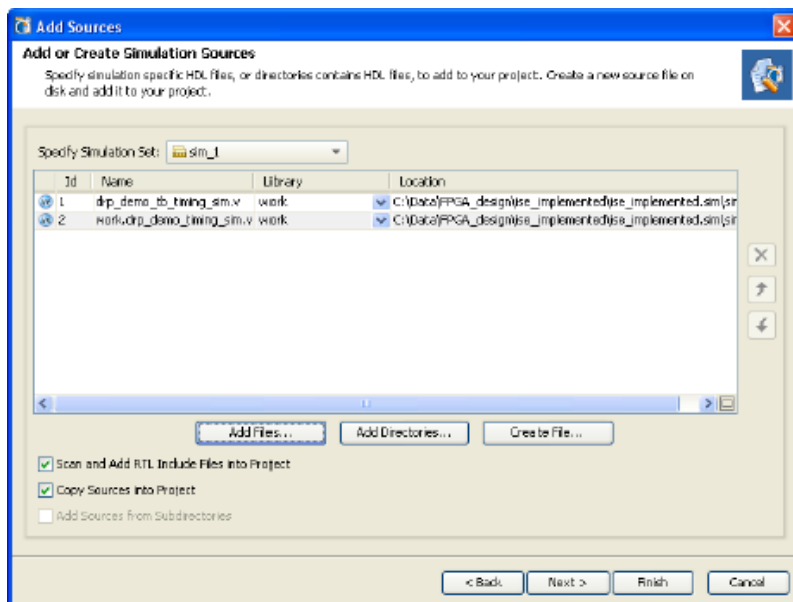

図 3-24 : Add Sources ウィザード : [Add or Create Simulation Sources] ページ
2. [Add or Create Simulation Sources] をオンにし、[Next] をクリックします。図 3-24 に示す [Add or Create Simulation Sources] ページが表示されます。